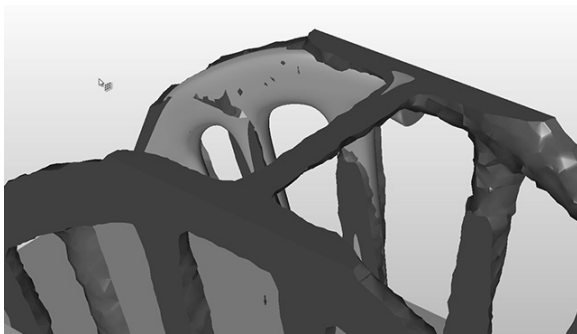

图 15-25
- 2) 单击剖面窗口中的图标以关闭两个剖面优化后的完整形状再次可见，如图 15-25 所示。